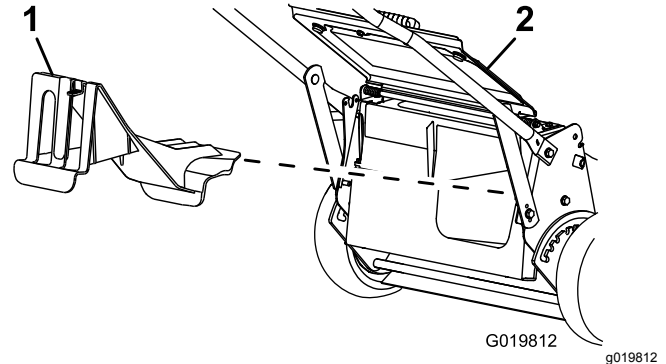

Bild 23
- Wenn die Heckauswurfklappe nicht eingesetzt ist, fassen Sie sie am Griff an, heben die Heckklappe an und setzen sie in den Heckauswurfkanal ein, bis der Riegel arretiert, siehe (Bild 23).
2. Drücken Sie zum Entfernen der Heckauswurfklappe den Riegel mit dem Daumen nach unten und ziehen die Klappe aus der Maschine (Bild 23).